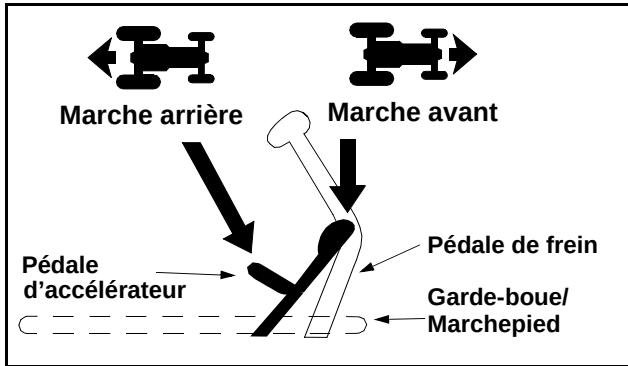

Figure 11
- Pour vous déplacer en MARCHE AVANT, appuyez lentement sur la partie supérieure de la pédale d'accélérateur jusqu'à l'obtention de la vitesse désirée. Voir la Figure 11.
- Pour vous déplacer en MARCHE ARRIÈRE, assurez-vous qu'il n'y a pas d'obstruction derrière vous, puis appuyez lentement sur la partie inférieure de la pédale d'accélérateur avec la plante de votre pied (et pas votre talon) jusqu'à l'obtention de la vitesse désirée. Voir la Figure 11.